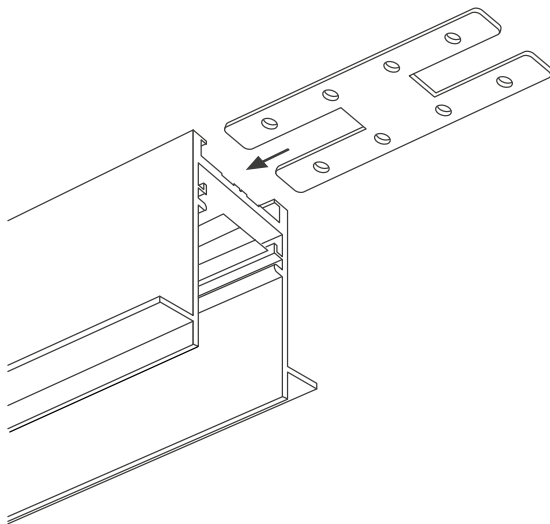

Рис. 4. Установка коннектора в пазы шинопровода
- 3.7. Установите в паз шинопровода коннектор прямой MAG-CON-25-UP арт. 033432 на половину его длины и закрепите установочными винтами из комплекта поставки (см. рисунок 4). Предварительно снимите торцевую заглушку в случае ее наличия. Ответную часть коннектора установите в соответствующие пазы другого шинопровода и/или коннектора и закрепите установочными винтами.